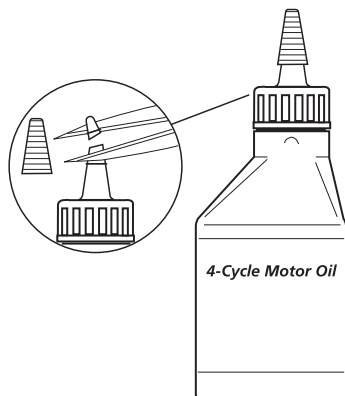

Fig. 16
Su unidad trae una botella de aceite SAE 30 SF, SG, SH de 100 ml (3,4 onzas fluidas) (Fig. 16).
1. Desenrosque la tapa de la botella de aceite y retire el sello de papel que cubre la apertura. Vuelva a colocar la tapa. Corte la punta de la boquilla del embudo (Fig. 16).